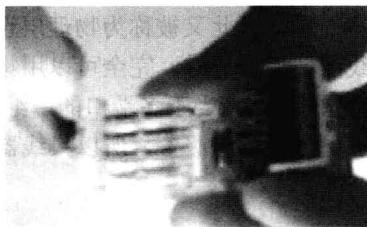

图 1-28 将 8 条芯线从穿孔中穿入
① 剥一段约为 2cm 的网线，打开模块的上盖，对照模块上 4 个插线孔的色标（每个孔插入一对互绕的芯线）把 4 对芯线依次插入到插线孔中，然后用镊子之类的细小工具把各条芯线正确地放入到模块中的卡线槽位置（分上、下两排错开排列），如图 1-28 所示。